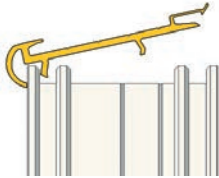
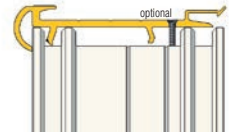

Bild 01
Bild 03
Schritt 1: Klipsen Sie das Klipsprofil auf den Blendrahmen auf. Hierbei ist zu beachten, dass das Verbindungsprofil in der Länge zentriert auf dem Blendrahmen positioniert wird (Bild 01 - 02). Optional kann das Profil auch zusätzlich mit dem Blendrahmen verschraubt werden (Bild 03). Beim Verschrauben ist darauf zu achten, dass die Schraube das Adapterprofil nicht verformt!